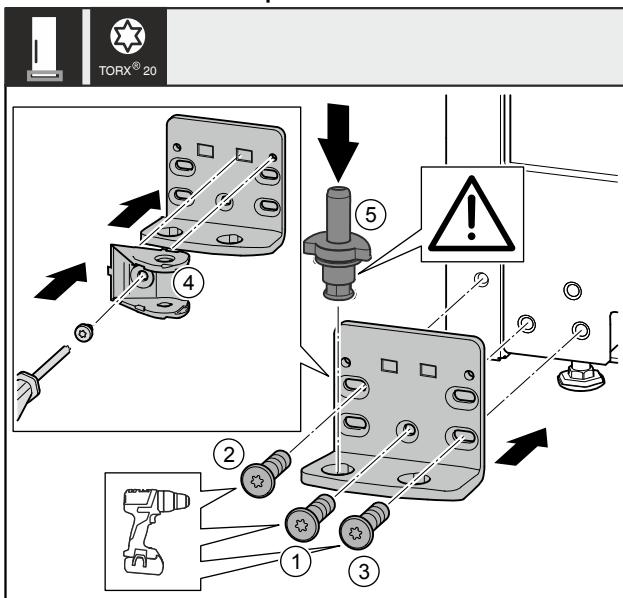

Fig. 37 \*
- Lagerbock auf der anderen Seite ansetzen und mit Hilfe eines Schraubendrehers anschrauben. Mit Schraube Fig. 37 (1) unten in der Mitte beginnen.\*
- Schraube Fig. 37 (2) und Schraube Fig. 37 (3) fest-schrauben.\*
- Schließdämpferverbindung Fig. 37 (4) um 180° drehen. Auf der anderen Seite des Lagerbocks mit Schraubendreher anschrauben.\*
- Lagerbolzen Fig. 37 (5) komplett einsetzen. Dabei darauf achten, dass der Rastnocken nach hinten zeigt.\*